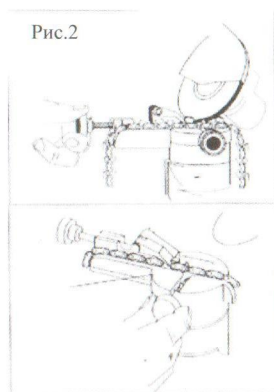

Рис. 2
Закройте захват (10). Проверьте правильность расстояния от зубьев цепи до абразивного круга, медленно выжимая рукоятку до конца вниз. Зафиксируйте нужную глубину заточки при помощи захвата (10). Закрепите цепь, прижав ее винтами А и В (11, 12) – как показано на Рис. 2.